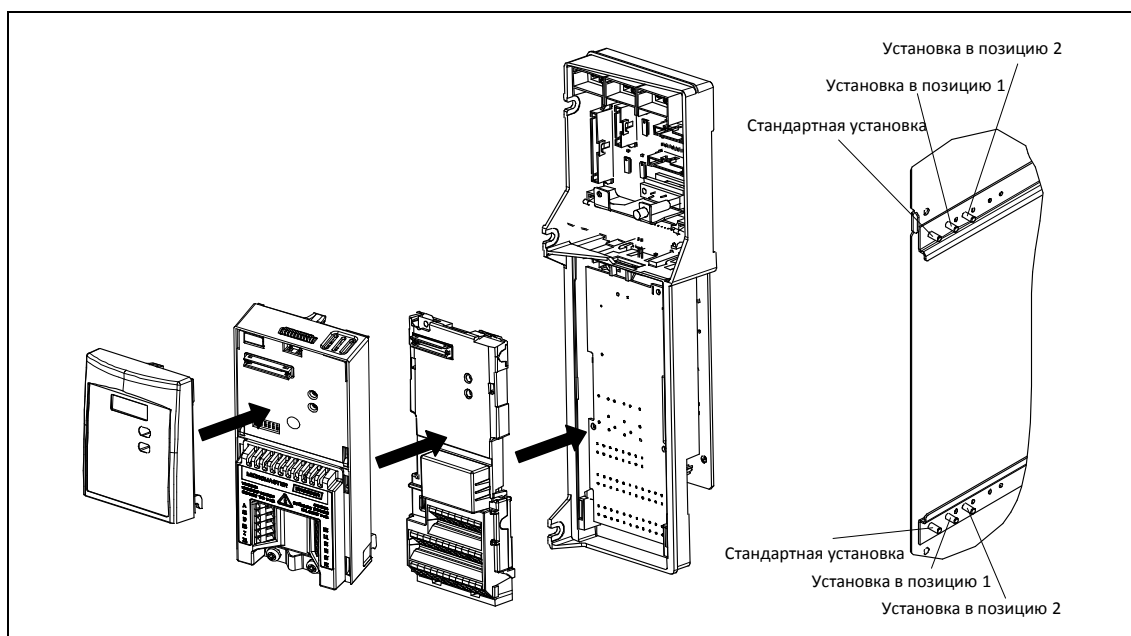

Рис. 2-7 Установка опций для блока электроники
- Закрепить блок электроники согласно рис. 2-7 в правильном положении.